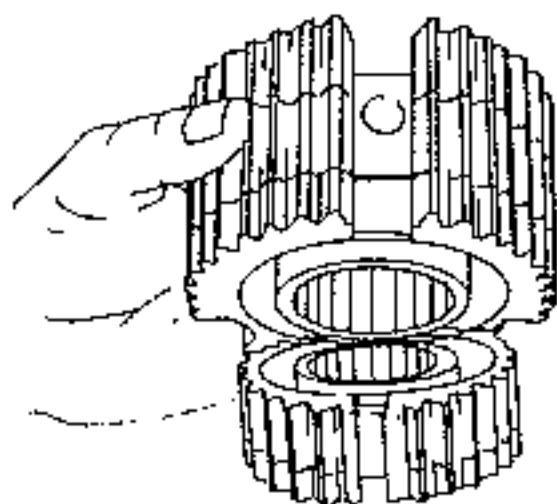

Bild 75
- Nabe des 3./4. Ganges auf die Werkbank auflegen und die Nabe für den 1./2. Gang über die untere Nabe setzen, wie es in Bild 75 gezeigt ist. Die Schaltgabelritze muss nach unten weisen.